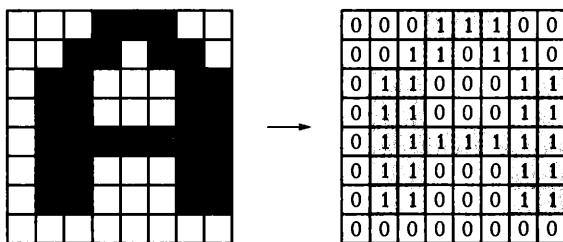

Рис. 4.22. Схема представления символа «А» в текстовом режиме в матрице  $9 \times 16$  и ячейке знакогенератора
*Изображение символа в пределах каждого знакоместа задается точечной матрицей (*Dot Matrix*). Размер матрицы зависит от типа видеоадаптера и текущего видеорежима. Чем больше точек используется для отображения символа, тем выше качество изображения и лучше читается текст. Точки матрицы, формирующие изображение символа, называются передним планом, остальные — задним планом, или фоном. На рис. 4.22 показана символьная матрица  $8 \times 8$  пикселов. Допустив, что темной*